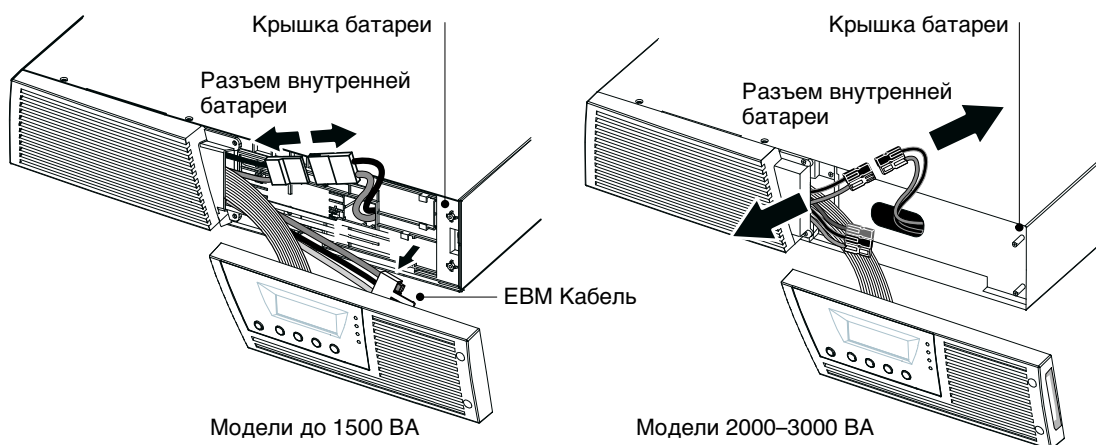
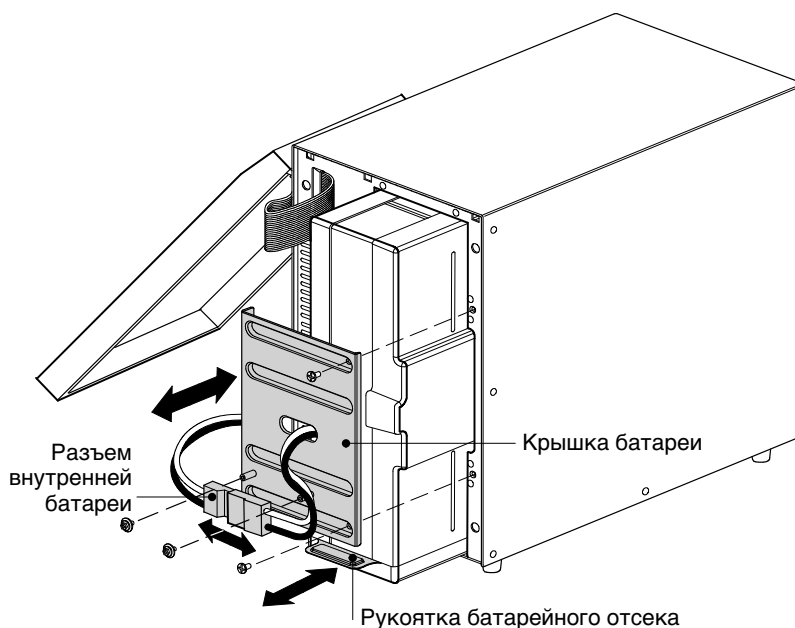

Рисунок 24. Отключение внутренних батарей ИБП (показано без EBM)
Рисунок 26. Замена внутренних батарей ИБП
ПРИМЕЧАНИЕ. В том случае, если требуется транспортировка ИБП, убедитесь в том, что ИБП отключен от сети и выключен, а затем отсоедините контакт внутренней батареи ИБП (см. Рисунок 24 на стр. 48 для моделей для монтажа в стойку или Рисунок 26 на стр. 50 для моделей типа баиня).
2. Отсоедините разъем внутренней батареи (см. Рисунок 24).
3. **Только для моделей до 1500 ВА.** Если кабель EBM не подключен к EBM, отсоедините EBM кабель и переместите его влево (см. Рисунок 24).
4. Возьмите край крышки батареи и слегка потяните его вперед. Снимите и отложите в сторону крышку батареи. Расположение крышки батареи см. на Рисунок 24.
9. **Только для моделей до 1500 ВА.** Если кабель ЕВМ не подсоединен к ЕВМ, закрепите ЕВМ его в держателе на крышке батареи (см. Рисунок 24).
- Удалите и отложите в сторону два винта, удерживающие разъем внутренней батареи. Отсоедините разъем внутренней батареи. См. Рисунок 26.